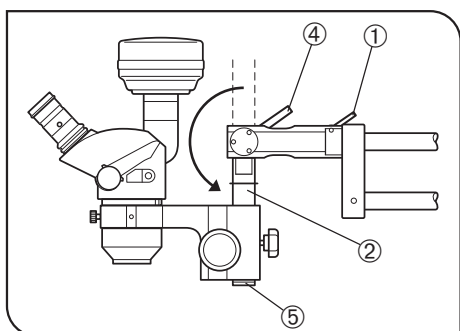

Fig. 23
b. Allentare la leva di bloccaggio dell'inclinazione ④ e ruotare la colonna ② verso il basso. (Fig 23)
c. Svitare la vite di fermo anti caduta ⑤ e montare il braccio SZ2-STS dello stativo SZX o il microscopio SZX. (Fig. 23)
d. Dopo avere montato il microscopio, riavvitare a fondo la vite di fermo anti caduta ⑤. (Fig. 23)